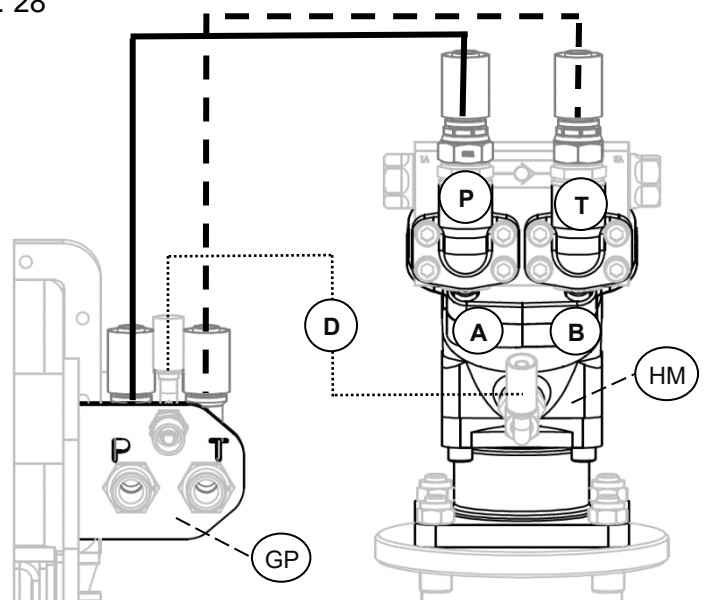

Abb. 29
Schlauchführung zwischen Schnittstellenplatten (GP) und Hydraulikmotor (HM) – siehe Abb. 29.
- A = Druck (P) IN
- B = Rücklauf (T) OUT